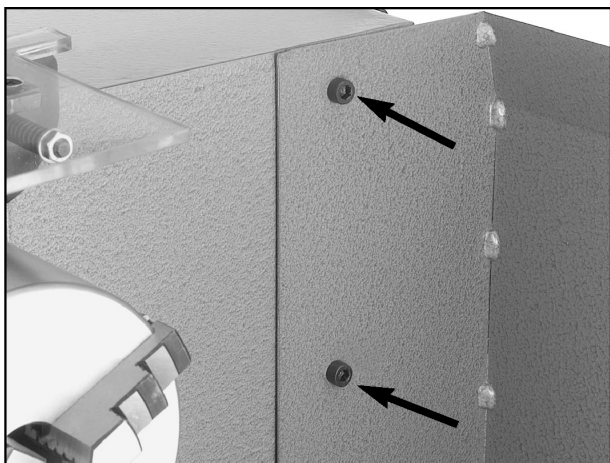
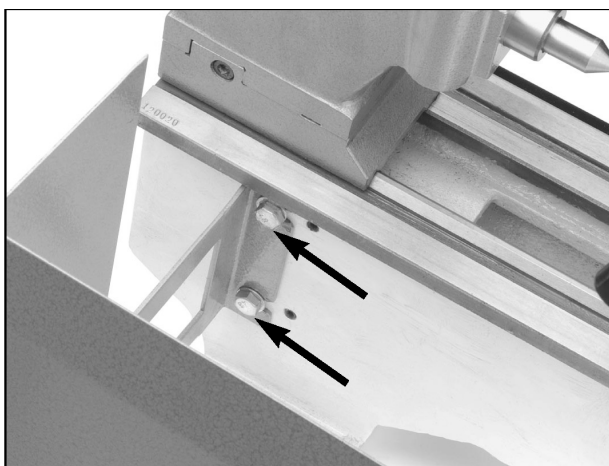

Fig. 1 2 styreskruer sikrer højresiden af bagstangen mod drejbænken.
Fig. 2 2 sekskantsbolte sikrer højresiden af bagstangen mod drejbænken.
2. Hold bagstangen mod drejebænkens bagside, vær opmærksom på at alle monteringshuller er tilpassede og instruer din medarbejder at sætte bagstangen fast med 2 Styreskrue M6-1x10 i overensstemmelse med **fig. 1** og 2 sekskantsbolte M8-1.25 X 15 og skiver i overensstemmelse med **fig. 2**.